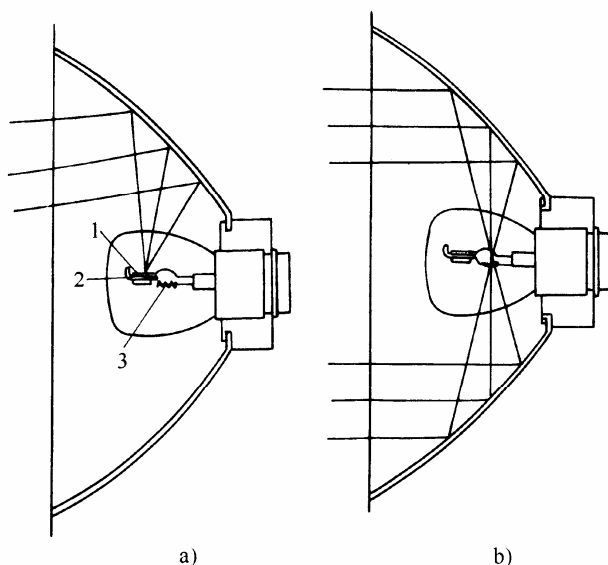

图 9-80 双灯丝前照灯灯泡的工作情况
4) 前照灯的防眩目作用。灯泡采用双灯丝的前照灯，其工作情况如图 9-80 所示，其中远光灯丝位于反光镜的焦点处，其光束照射较远，但光线会直射迎面来车司机的眼睛，造成眩目；而近光灯丝则位于焦点之前，其发出的光线经反射后向地面倾斜，近光灯丝的下方还装有遮光罩，使反光镜无向上的反射光，因此近光灯丝具有防眩目作用。汽车夜间行驶遇到会车时，司机须通过变光开关将远光转变为近光，以避免眩目。